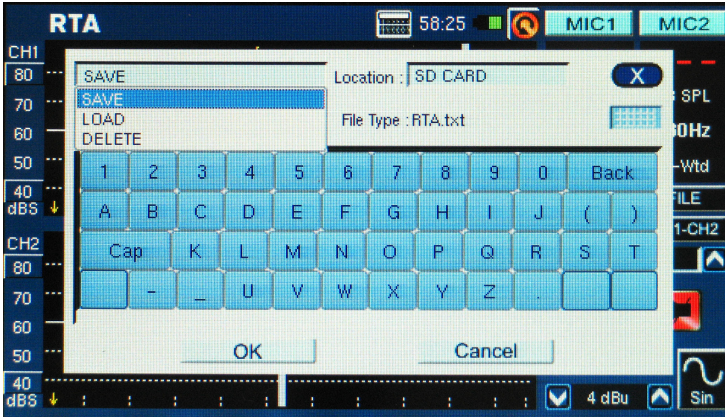

图 60
2. 在页面左上角的下拉菜单中选择SAVE(图60)。
3. 选择适当的位置存储文件(PAA6或SD卡) (图60)。
4. 点击窗口右侧的小键盘图标(图60)。